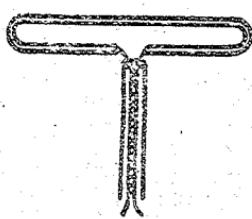
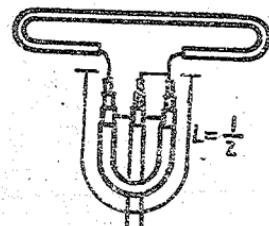

图4 折合振子与平行扁馈线连接
图5 折合振子与同轴电缆连接
(1) 天线与馈线匹配。如果天线是 300Ω 的平衡式折合振子天线，那可用 300Ω 的平行扁馈线直接连接，如图4所示。如果用 75Ω 不平衡式同轴电缆则应在天线与馈线连接处加一个用同轴电缆作成的U型管匹配环、如图5所示。该匹配环的作用是把同轴电缆的 75Ω 特性阻抗转换成平衡式 300Ω 特性阻抗；这样可与折合振子的阻抗相匹配。